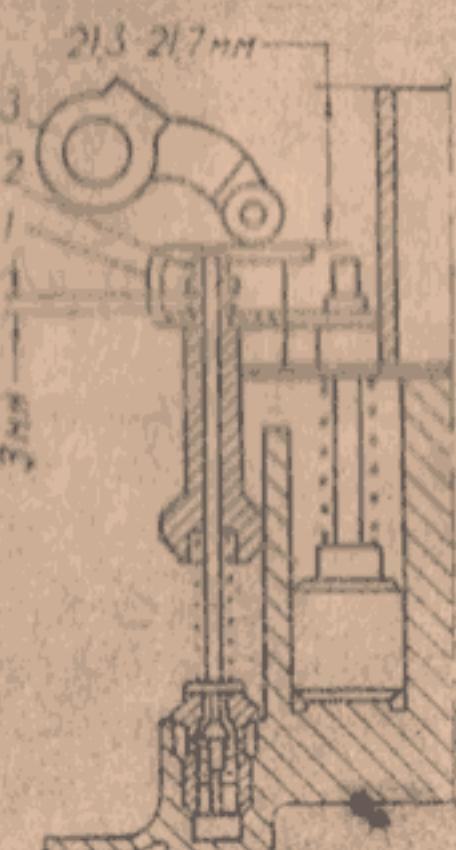

Рис. 4. Регулировка момента включения экономайзера:
6.4.2. Рычагом привода дроссельных заслонок установите размер 21,3—21,7 мм от верхней плоскости крышки до планки 1 рис. 4.